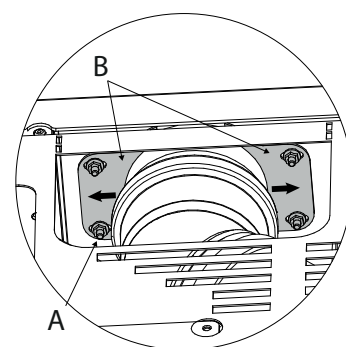

fig. 5.7a
Per effettuare le regolazioni allentare i quattro dadi (A) e far scorrere le due staffe (B) lungo le asole fino a garantire il serraggio (fig. 5.7a)